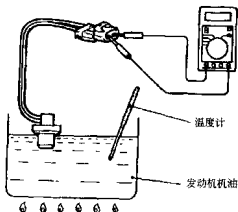

图 18-24
1) 将发动机过热保护开关的金属部位放入发动机机油内,用煤气炉加热(图 18-24)。
2) 温度变为标准值,确认开关端子间是否导通。压缩机过热保护开关(图 18-24)